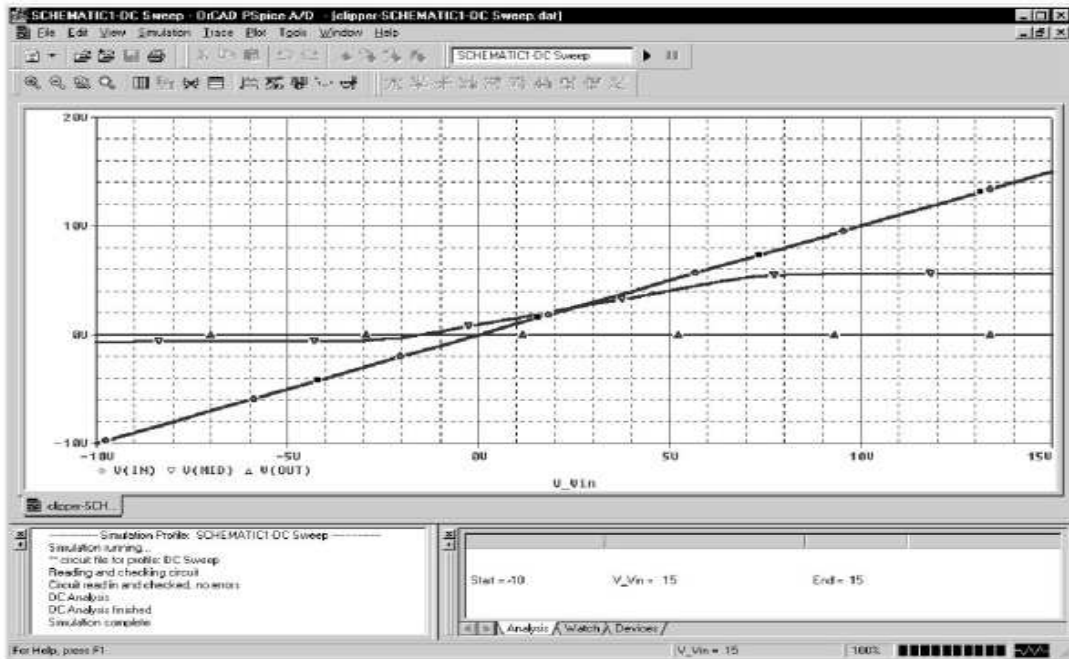

Figure 9 Voltage at In, Mid, and Out.
5. Επανερχόμαστε στο PSpice . Το ίχνος της κυματομορφής του V(Out) εμφανίζεται όπως φαίνεται στο figure9.